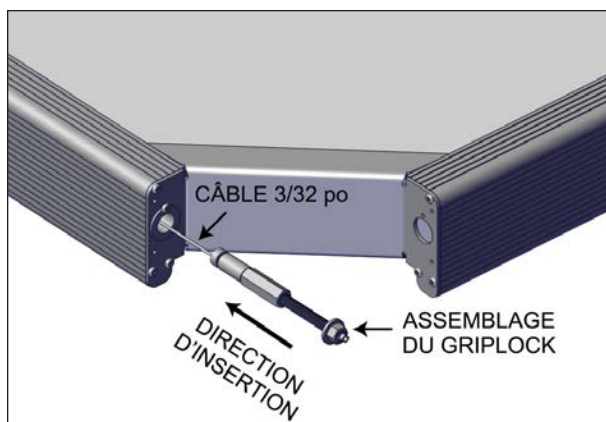

FIGURE 49: ASSEMBLAGE DU GRIPLOCK
7. Enfiler le câble au travers du Griplock, voir Figure 49.